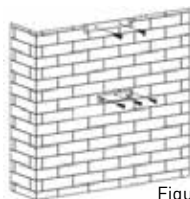

Figure 2
- Après avoir déterminé la hauteur d'installation, percez 5 trous de $\varnothing 8$ mm à un endroit approprié pour accueillir le crochet et le support de cheminée intérieure et veillez à ce qu'ils soient alignés. La position du support de cheminée intérieure correspond à l'emplacement de la cheminée. Voir figure 2.
- Vissez et resserrez le crochet sur le mur à l'aide des 3 vis (4 mm x 40 mm) et des chevilles murales fournies. Utilisez ensuite 2 vis ST4 de 40 mm pour fixer le support de cheminée intérieure. Voir figure 2.